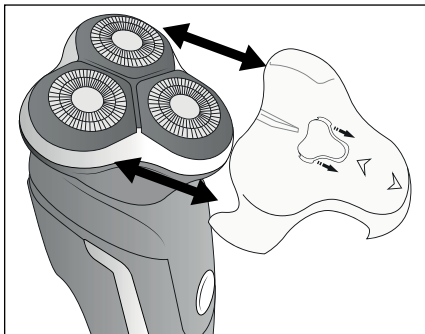

Fig. 1
- ◆  Detașați capacul de protecție **1** trăgându-l în jos de pe unitatea de tăiere **2** (a se vedea fig. 1).